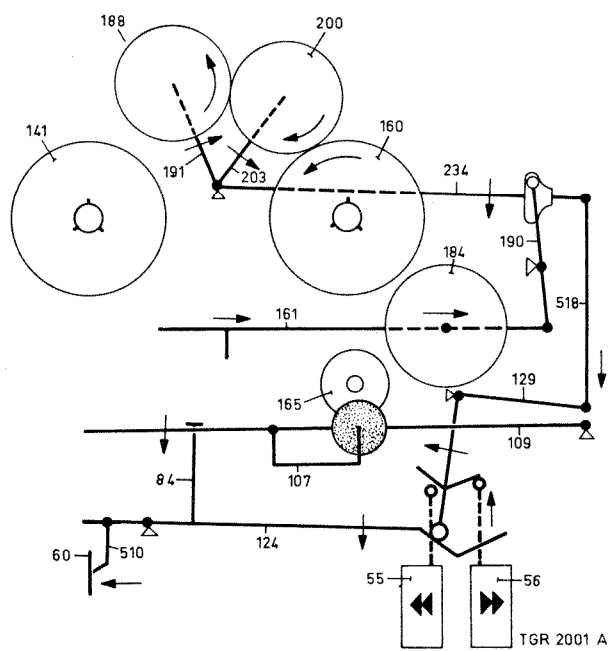

Fig. 9
Situatie in stand snel voorwaarts spoelen (wind) , zie fig. 9
Wordt bij ingedrukte "pauze"-toets ook nog de "wind"- of "rewind"-toets ingedrukt, dan wordt de "pauze"-toets automatisch via beugels pos. 124, 510 en 60 ontgrendeld (zie fig. 9 en 10).